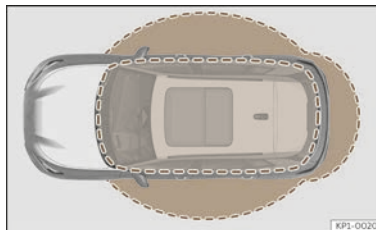

Abb. 74 Keyless-Access: Näherungsbereiche.
- Das Fahrzeug wird entriegelt, wenn der Fahrzeugschlüssel in der Nähe erkannt wird >>> (Abb. 74). Alle Blinker des Fahrzeugs blinken zweimal.